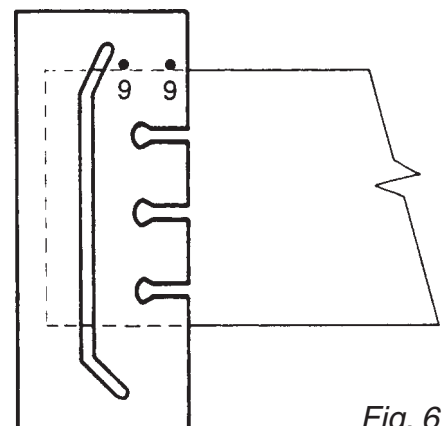

Fig. 6
2. Mettez 2 pointes dans les trous n° 9 et placez le gabarit sur le plan de travail selon fig. 6, de sorte que les pointes n° 9 soient posées contre le côté postforming.